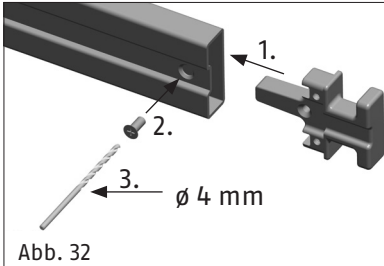

Abb. 32
1. Beim Einsatz von PSB2700 zunächst den Kunststoffstopfen aus dem Riegelrohr entnehmen (ggf. mit Schraubendreher durch das kleine Loch hebeln / Abb. 31). Riegelabschlussstück für Sperrbügelfunktion einsetzen und mit selbstschneidender Schraube 5 x 12 aus dem PSB2700-Set maximal fest andrehen. Kreuzschlitz der Schraube mit HSS-Bohrer \varnothing 4 mm ausbohren (Abb. 32) und die Lochkontur mit z.B. Lackstift oder Fett versehen (Korrosionsschutz).